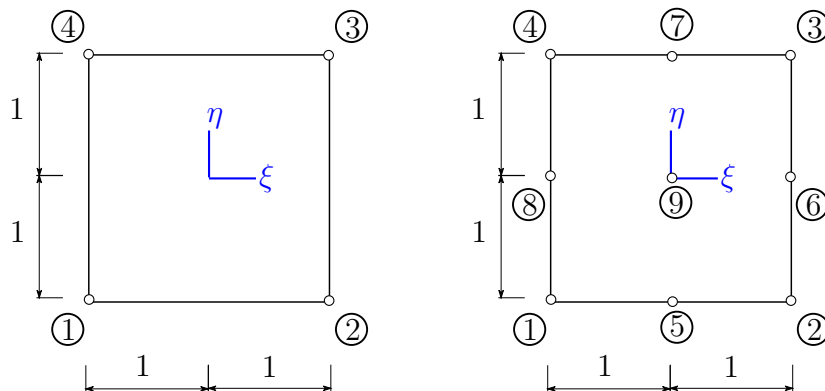

Abbildung 8.1: lineares und quadratisches Referenzviereckselement im Parameterraum
- Bestimmen Sie die Ansatzfunktionen N_1 und N_2 für das lineare Viereckselement aus Abbildung 8.1
- Bestimmen Sie die Ansatzfunktionen N_2 und N_6 für das quadratische Viereckselement aus Abbildung 8.1